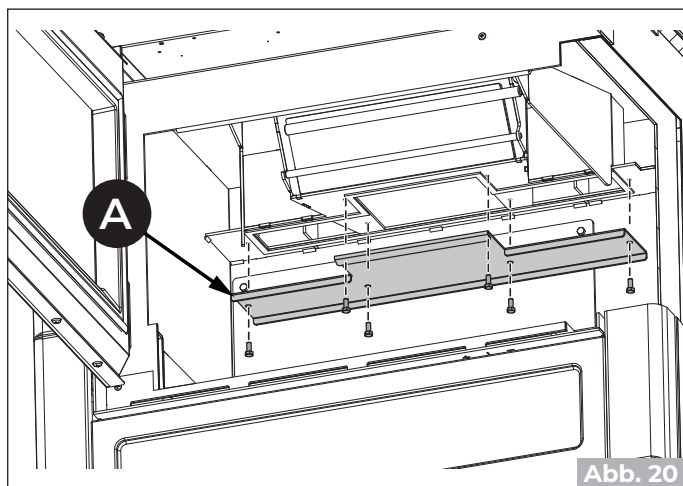

Abb. 20
Die Kappe des Rauchgassammlers entfernen (A) („Abb. 20“).